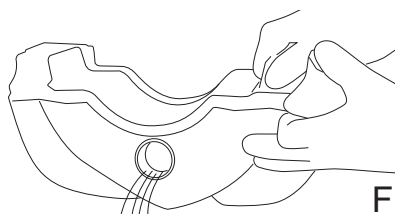

Fig.24
- Vider le réservoir par l'ouverture frontale (Fig. 24).